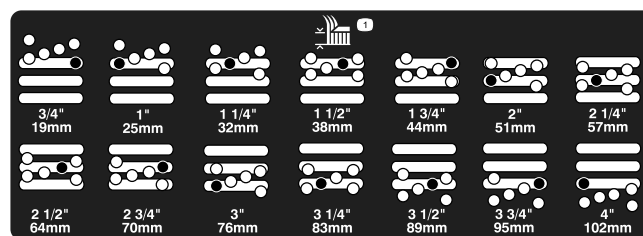

Figura 17
4. Sujetando la cámara, retire el espaciador (Figura 17)
5. Mueva la cámara a la altura deseada e instale el espaciador en el taladro y la ranura de altura de corte deseados (Figura 17)